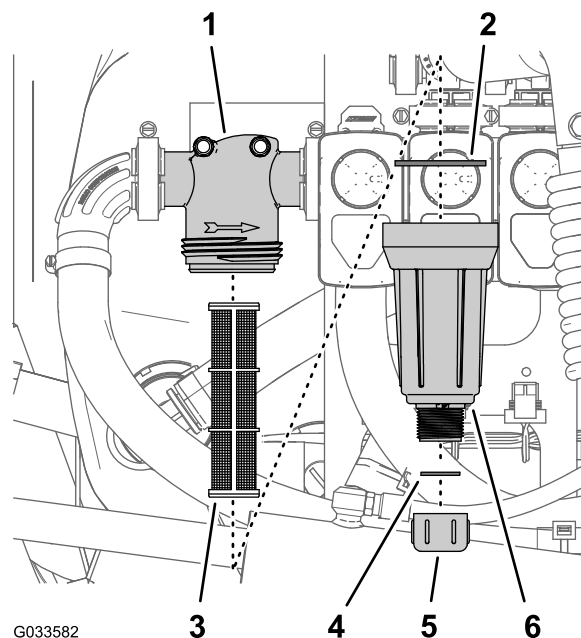

Figura 106
2. Allineate una bacinella di spurgo sotto il filtro della pressione (Figura 106).
3. Ruotate il tappo di spurgo in senso antiorario e rimuovetelo dal pozzetto del filtro della pressione (Figura 106).
4. Ruotate il pozzetto in senso antiorario e rimuovete la testa del filtro (Figura 106).
5. Togliete il vecchio elemento del filtro della pressione (Figura 106).
6. Controllate la guarnizione del tappo di spurgo (situato all'interno del pozzetto) e la guarnizione del pozzetto (situato all'interno della testa del filtro) per escludere danni e usura (Figura 106).
7. Montate il nuovo elemento del filtro della pressione sulla testa del filtro (Figura 106).
8. Montate il pozzetto sulla testa del filtro e serrate manualmente (Figura 106).
9. Montate il tappo di spurgo sul raccordo nella parte inferiore del pozzetto e serrate il tappo manualmente (Figura 106).